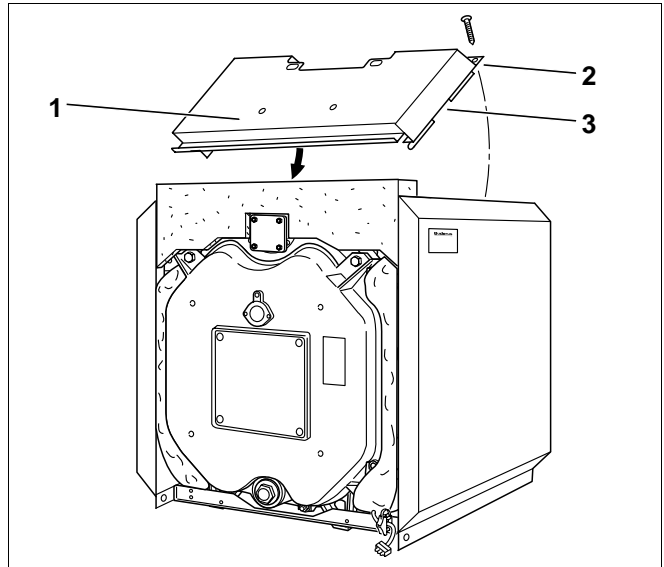

Fig. 36 Montering af den forreste topplade
- Læg den forreste topplade (Fig. 36, **pos. 1**) mellem sidevæggene, så udskæringen (Fig. 36, **pos. 3**) griber fat om traversen.
- Skru toppladens bagside fast til sidekapperne med en pladeskrue i hver plade (Fig. 36, **pos. 2**).